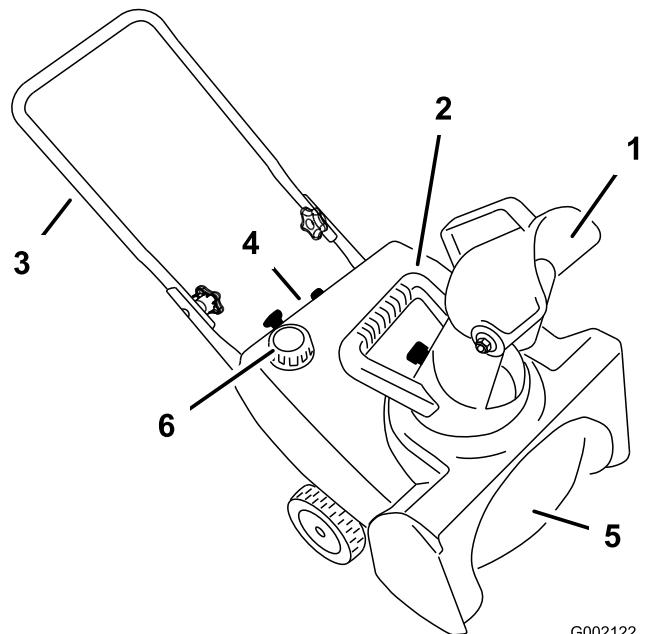

**Figure 4**
- Engagez les trous latéraux de l'éjecteur sur les extrémités des boulons de chaque côté de la poignée de l'éjecteur (Figure 4).